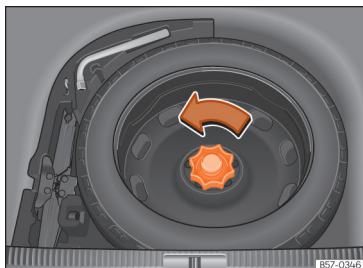

Abb. 222 Im Gepäckraum: hochgeklappter Ladeboden.
- Drehen Sie das Rändelrad entgegen dem Uhrzeigersinn heraus »» **Abb. 222**.